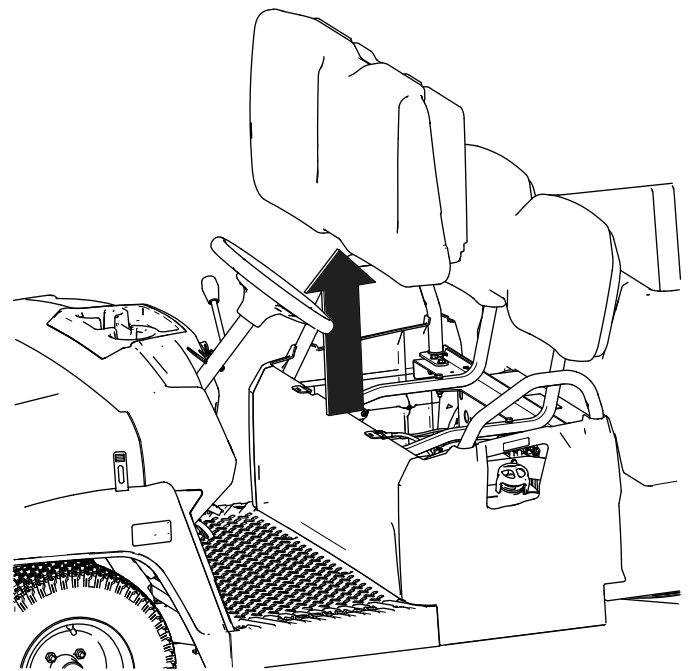

Figure 30
2. Levez le coussin vers le haut pour le sortir du support (Figure 30).